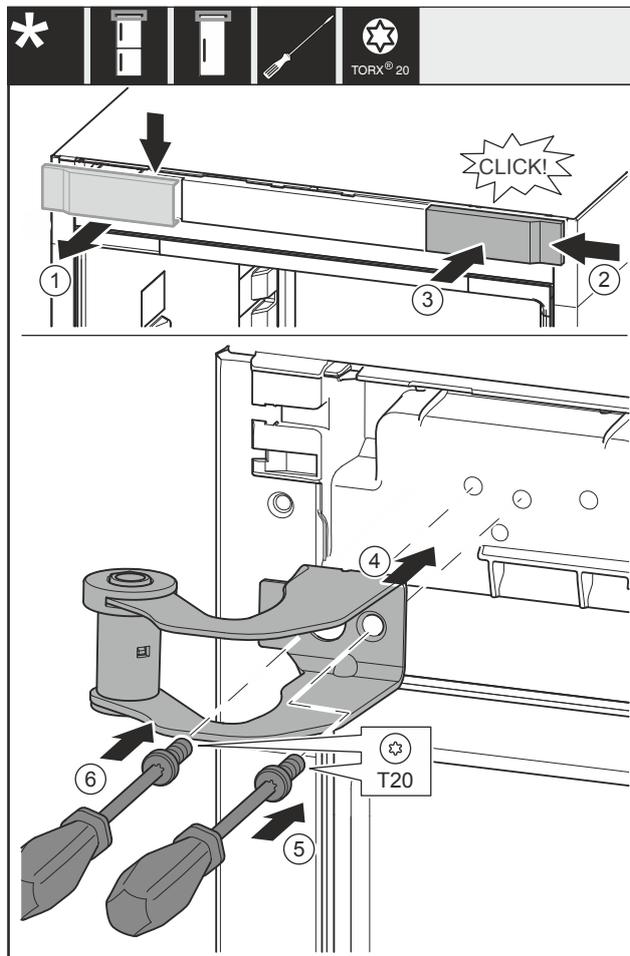

Fig. 15
- ▶ Retirer le couvercle Fig. 15 (1) depuis le haut vers l'avant.
- ▶ Accrocher le couvercle Fig. 15 (2) tourné de 180° de l'autre côté depuis le côté droit.
- ▶ Enclencher le couvercle Fig. 15 (3).
- ▶ Poser le support de palier supérieur Fig. 15 (4).
- ▶ Visser la vis Fig. 15 (5).
- ▶ Visser la vis Fig. 15 (6).